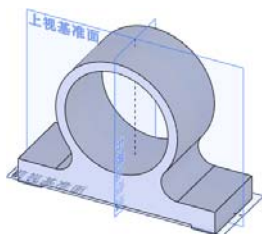

图 2-80 打开文件
- 01 打开素材库中“第 2 章/2-23 交叉曲线.sldprt”，如图 2-80 所示。